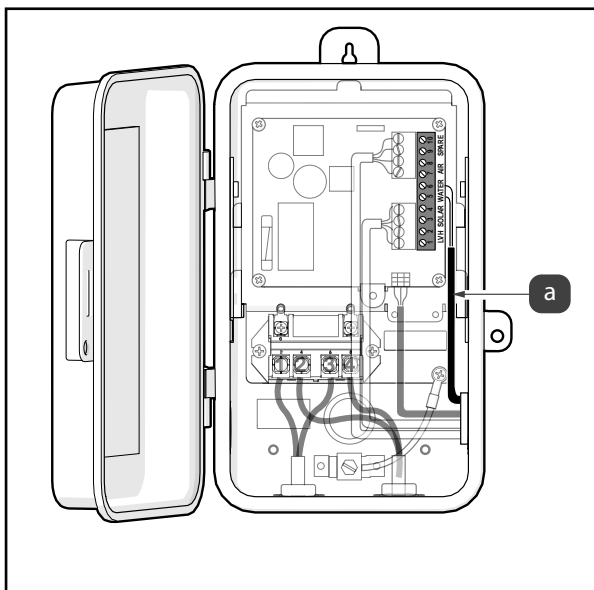

Figura 7. Conecte los cables de bajo voltaje
4. Instale cables de bajo voltaje. Instale los cables para las conexiones del sensor de temperatura a través del troquelado lateral; consulte la Figura 7 (a).